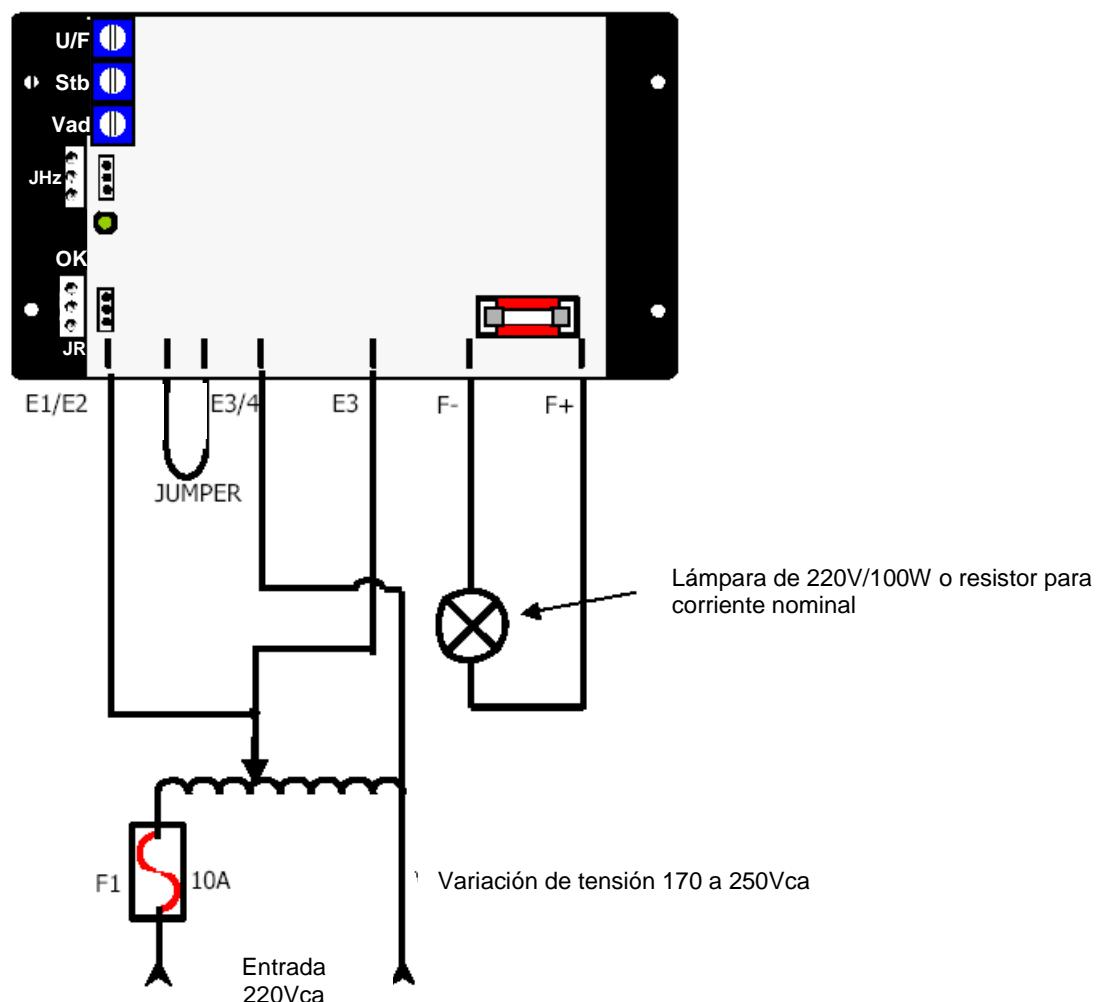

Figura 19.1: Conexión del regulador sin generador.
- La tensión de la lámpara debe ser la misma tensión aplicada en la entrada. La Figura 19.1 presenta un ejemplo utilizando una lámpara de 220V/100W.